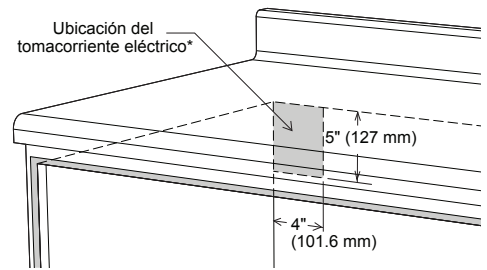

Figura 6
- Las dimensiones mostradas en la Figura 3 (instalación estándar) o Figura 4 (instalación al ras) Las dimensiones suministradas proporcionan un espacio libre mínimo. Ubique el tomacorriente eléctrico en el área cubierta en la esquina superior izquierda del recorte. Vea la Figura 6.